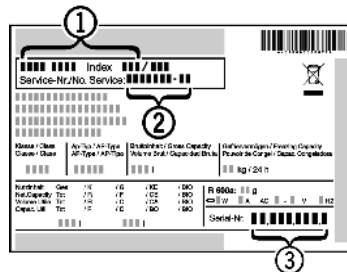

Fig. 12
- ▶ A készülék megnevezését Fig. 12 (1), a szerviz- Fig. 12 (2) és sorozatszámot Fig. 12 (3) a típustábláról olvassa le. A típustábla a készülék belsejében baloldalon található.
- ▶ Értesítse a vevőszolgálatot a hibáról, és adja meg nekik a készülék megnevezését Fig. 12 (1), a szerviz- Fig. 12 (2) és a sorozatszámot Fig. 12 (3).